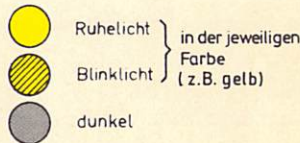

Bild 1
- (4) Die Melder zeigen u. a. die Stellungen der Weichen, die Halt- bzw. Fahrtbegriffe der Signale, das Frei- oder Besetztsein der Gleise und Weichen und den Betriebszustand der Stromversorgungsanlage an. Die Melder können Ruhelicht oder Blinklicht zeigen oder dunkel sein (vgl. Bild 1). **Melder**